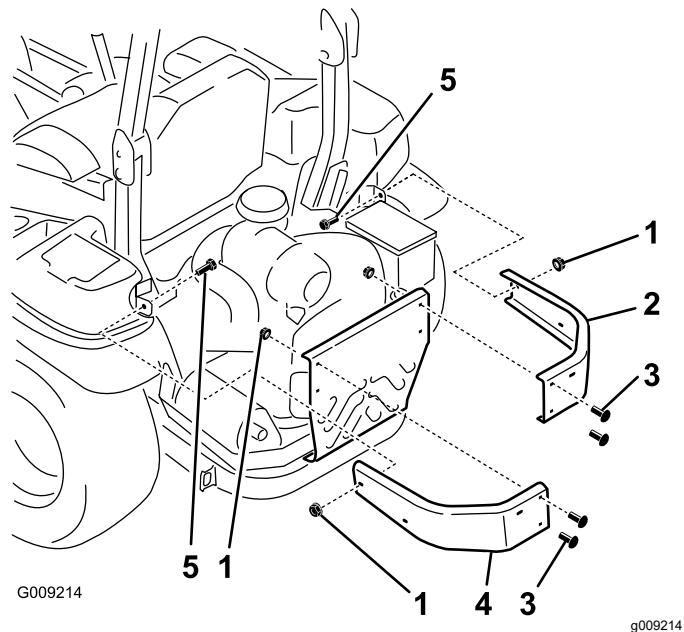

Bild 5
2. Montieren Sie die neuen linken und rechten Stoßstangen mit 2 Schlossschrauben ($\frac{3}{8}'' \times 1\frac{1}{4}''$), den vier vorher entfernten Schlossschrauben und sechs Bundmuttern ($\frac{3}{8}''$), wie in Bild 5 abgebildet.
1. Entfernen Sie die Muttern und Schrauben, mit denen die seitlichen Stoßstangen an der Maschine befestigt sind (Bild 5).